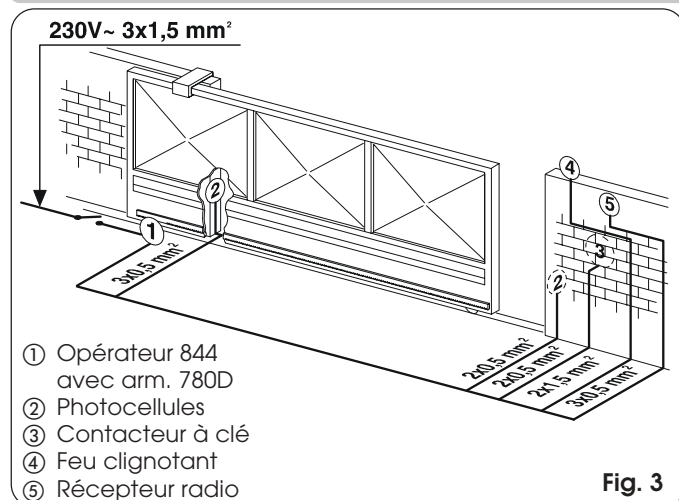

Fig. 3
- 4) Prédisposer les câbles électriques pour la connexion aux accessoires ainsi que l'alimentation électrique d'après la Fig. 3.